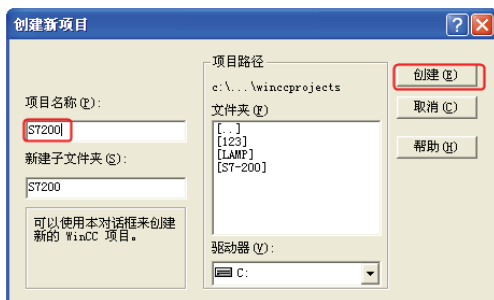

图 10-22 新建工程
1) 新建工程。单击工具栏上的“新建”图标,弹出如图 10-22 所示的对话框,将“项目名称”定为“S7200”,单击“创建”按钮。